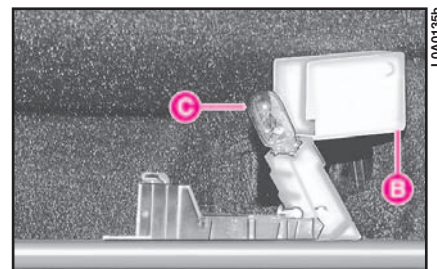

fig. 37
2) Premere sui due lati dello schermo **B** (fig. 37) in corrispondenza dei ganci di fissaggio e ruotarlo per accedere alla lampada.